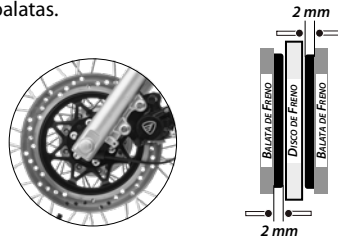

Imagen 24. Desgaste de freno delantero.
2. Revisar el nivel de desgaste de la pastilla del freno delantero. Ver imagen 24.